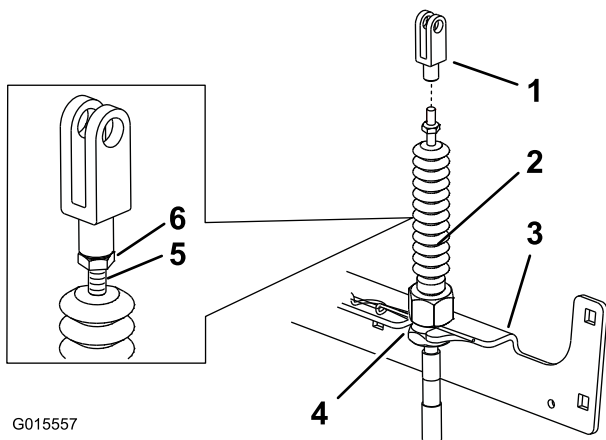

Bild 12
2. Halten Sie das Joch fest und ziehen Sie die Klemmmutter am Joch an, um es zu arretieren. Wiederholen Sie die Schritte für die andere Seite (Bild 12).
4. Schieben Sie die Kabel so in die Querriegelschlitze, dass die Einstellmuttern oben sind (Bild 12).